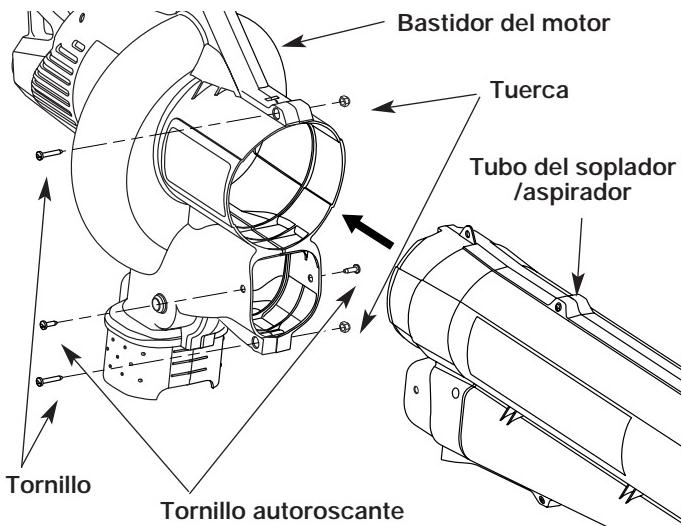

Fig. 1
2. Inserte el tubo del soplador / aspirador hasta el fondo de la abertura del bastidor del motor, hasta que los orificios de las orejetas del tubo del soplador / aspirador se alineen con los orificios de los tornillos del bastidor (Fig. 1).
3. Inserte los 2 (dos) tornillos ranurados 8-32 x 3/4 pulg. T20 Torx en el lado derecho del bastidor del motor y las 2 (dos) tuercas en el lado izquierdo del bastidor del motor (Fig. 1).
5. Instale los 2 (dos) tornillos autoroscantes ranurados 20,3 cm - 16 x 1,9 cm (8-16 x 3/4") T20 Torx restantes en los orificios de cualquiera de los lados del bastidor (Fig. 1). Ajuste hasta que no quede hueco, no los ajuste demasiado.